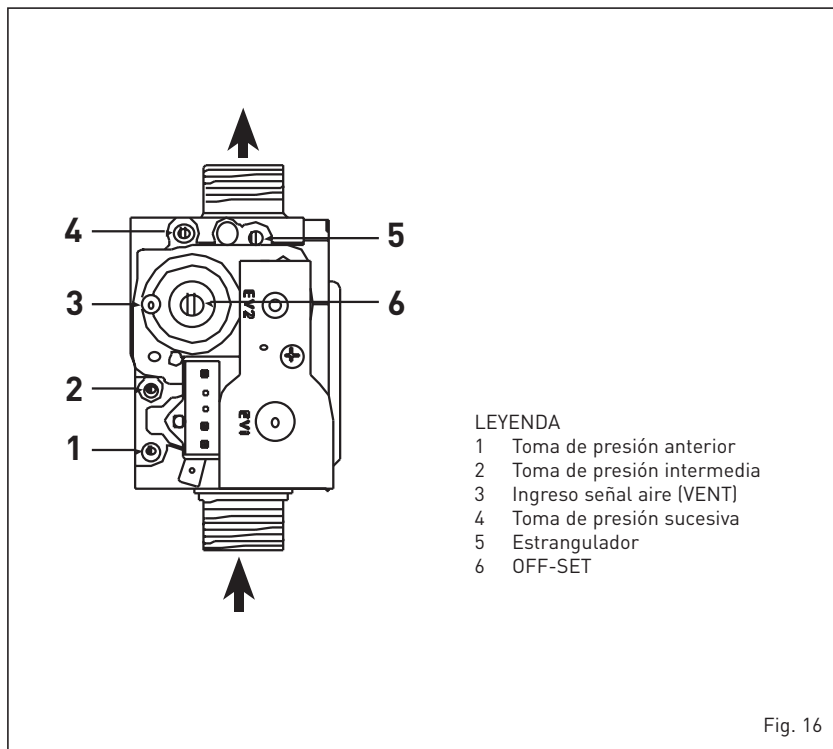

Fig. 16
4.1 VÁLVULA DEL GAS (fig. 16)
La caldera se fabrica de serie con válvula de gas modelo SIT 848 SIGMA (fig. 16).
- 3) Buscar los valores de CO₂ a la potencia máxima indicados a continuación, usando el estrangulador (5 fig. 16):
- 4) Pulse unos segundos el botón (M).
- 5) Buscar los valores de CO₂ a la potencia máxima indicados a continuación, usando el tornillo de regulación OFF-SET (6 fig. 16):